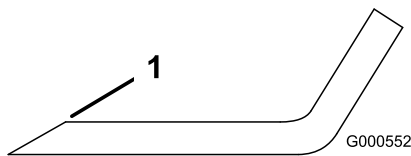
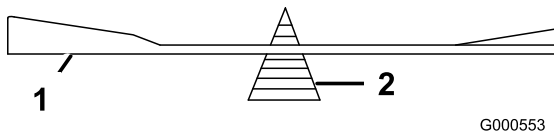

Figura 47
Figura 48
- Utilize uma lima para afiar a aresta de corte em ambas as extremidades da lâmina (Figura 47). Mantenha o ângulo original. A lâmina manterá o equilíbrio se for retirada a mesma quantidade de material de ambas as extremidades de corte.
- Verifique o equilíbrio da lâmina colocando-a num equilibrador de lâminas (Figura 48). Se a lâmina ficar na horizontal é porque está equilibrada e pode ser utilizada. Se a lâmina não estiver equilibrada, lime algum metal da extremidade da aba apenas (Figura 47). Repita este procedimento até a lâmina estar equilibrada.